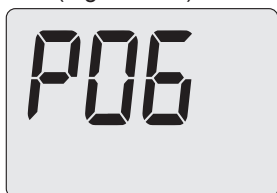

Figura 7.10
- Scorrere i vari parametri utilizzando i tasti 13 o 14 fino a far apparire sul display LCD codice **P06**, indicante l'entrata nel "parametro P06" (Figura 7.10).